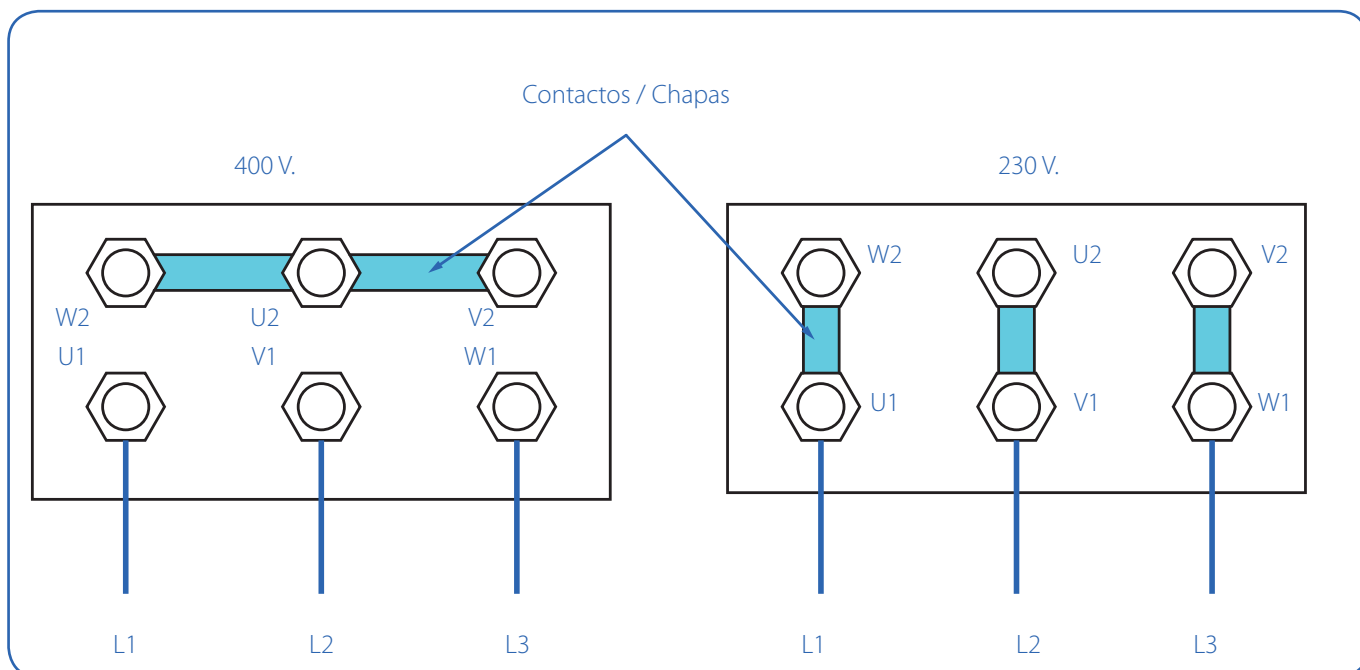

Fig. 17. Cambio de conexión.
- Ponga de nuevo esos contactos, de forma que hagan conexión entre los bornes enfrentados de dos en dos, tal como se indica en el dibujo de la derecha. (Fig. 17)